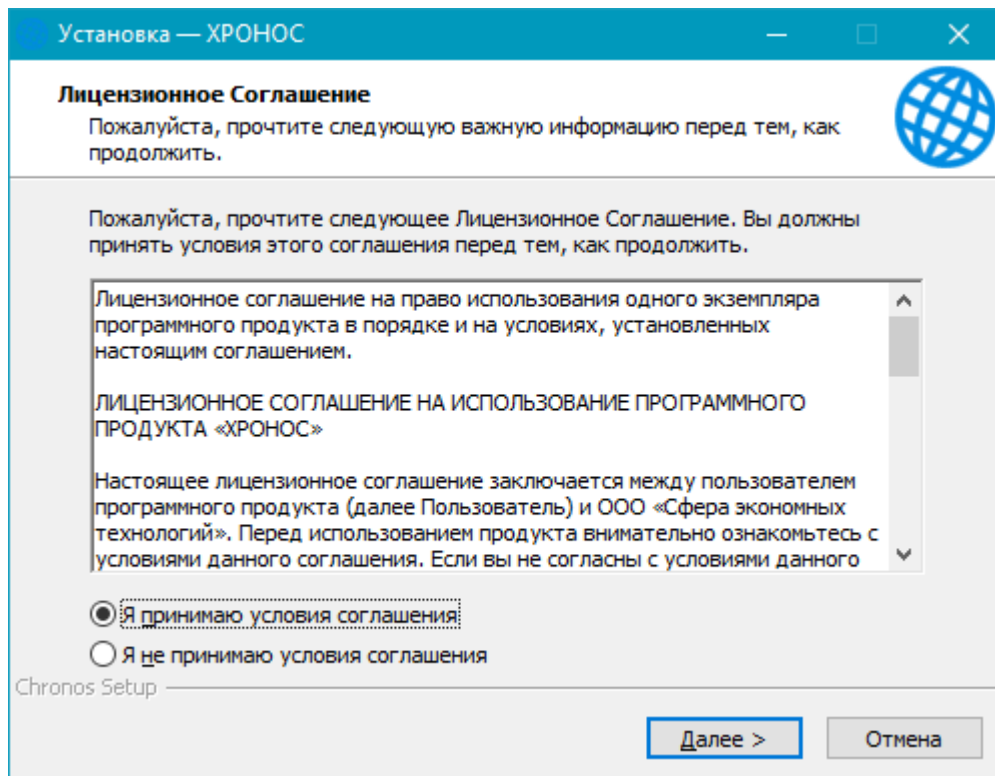

Рисунок 1 - Диалог программы установки
При запуске программы установки на экран выводится текст лицензионного соглашения. Необходимо внимательно прочитать текст лицензионного соглашения. В случае возникновения вопросов по тексту рекомендуется связаться с разработчиками ПО до установки программы. После прочтения текста пользователь должен принять условия соглашения, после чего нажать кнопку «Далее» для перехода к следующему шагу (рис.1).
- Портативная версия. Позволяет выбрать вид установки: обычная или портативная. При включении данной опции необходимо учитывать каталог установки ПО (см. рис.1).